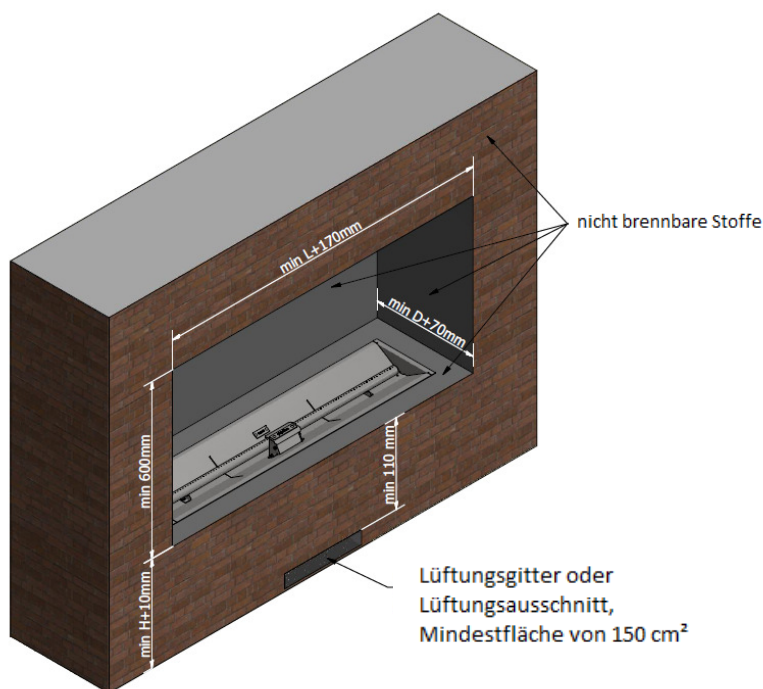

Bild 2
- Um das optimale Flammenbild zu erreichen, sollte man im Fall des mit Erdgas betriebenen Gerätes die Brennerrinne nur mit einer Schicht der Deko-Steine belegen und c. jede 10 cm einen größeren Abstand zwischen den Steinen lassen (Siehe Bild 2).